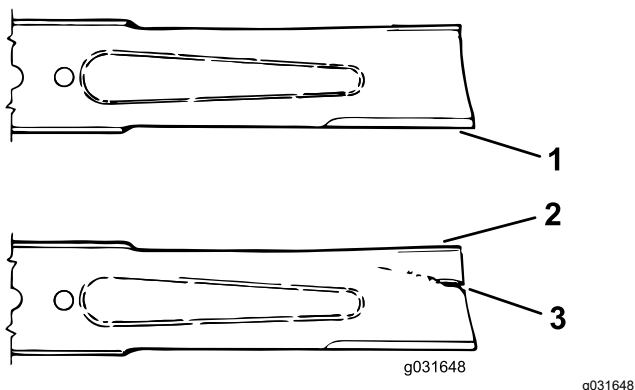

Figura 73
3. Examine cuidadosamente los extremos de corte de la cuchilla, sobre todo en el punto de reunión entre la parte plana y la parte curva de la cuchilla (Figura 73).